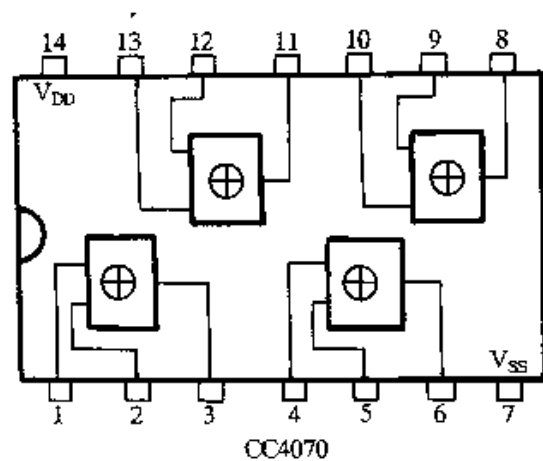

图 2-391
⑯ 图 2-391 所示为四异或门电路 CC4070 引脚功能图。CC4070 内含四个独立的 2 输入端异或门,每个异或门具有两个输入端和一个输出端。当两个输入端上的信号不同时,输出端为“1”;当两个输入端上的信号相同时,输出端为“0”。